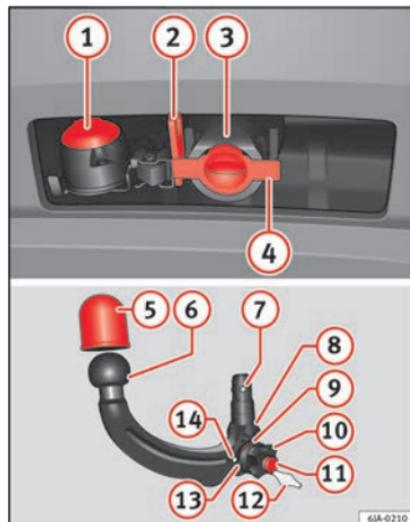

Fig. 195 Support du dispositif d'attelage pour remorque/barre à boule d'attelage.
Légende de la » **fig. 195**
- Retirez le bouchon de l'orifice de la frette de serrage (4) » fig. 195 en le tirant vers le bas.
- Placez le bouchon de l'orifice de la frette de serrage ④ » fig. 195.